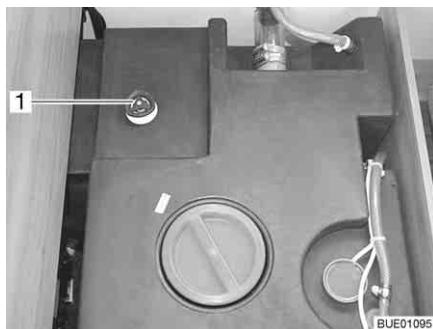

Fig. 232 Depósito de agua con tirador giratorio
- Girar el tirador giratorio (Fig. 232,1) sobre el depósito de agua en sentido de las agujas del reloj, hasta el tope.
- Girar el tirador giratorio (Fig. 232,1) sobre el depósito de agua en sentido contrario a las agujas del reloj, hasta sentir resistencia. El agua se saldrá hasta 60 litros.